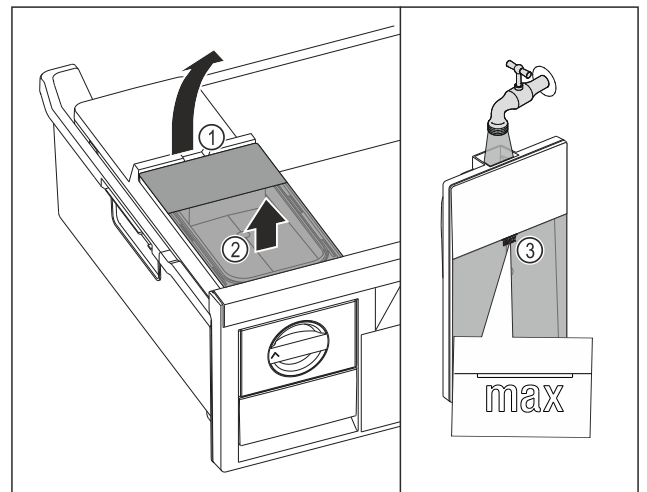

Fig. 156
- ▶ Повдигнете резервоара за вода при прореза Fig. 156 (1).
- ▶ Извадете резервоара за вода нагоре. Fig. 156 (2)
- ▶ Напълнете резервоара за вода до маркировката Fig. 156 (3) с питейна вода.